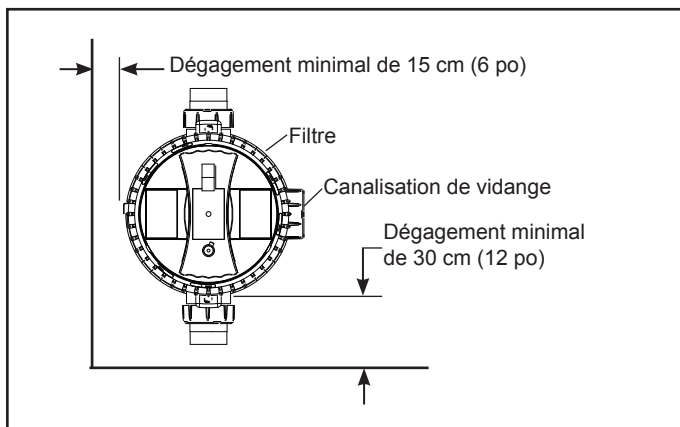

Figure 1. Emplacement du filtre - Vue supérieure
4. Laisser un espace suffisant autour du filtre pour permettre une inspection visuelle du serre-joint. Voir Fig. 1.